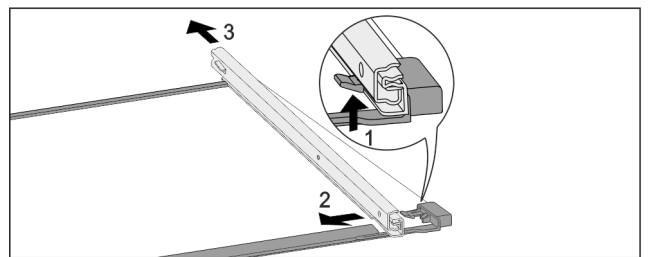

Fig. 174 Siinidega klaasplaat
- ▶ Vajutage eesmist fiksaatorkonksu ülespoole. Fig. 174 (1)
- ▶ Lükake väljatõmbesiooni küljele Fig. 174 (2) ja tahapoole Fig. 174 (3) eemale.